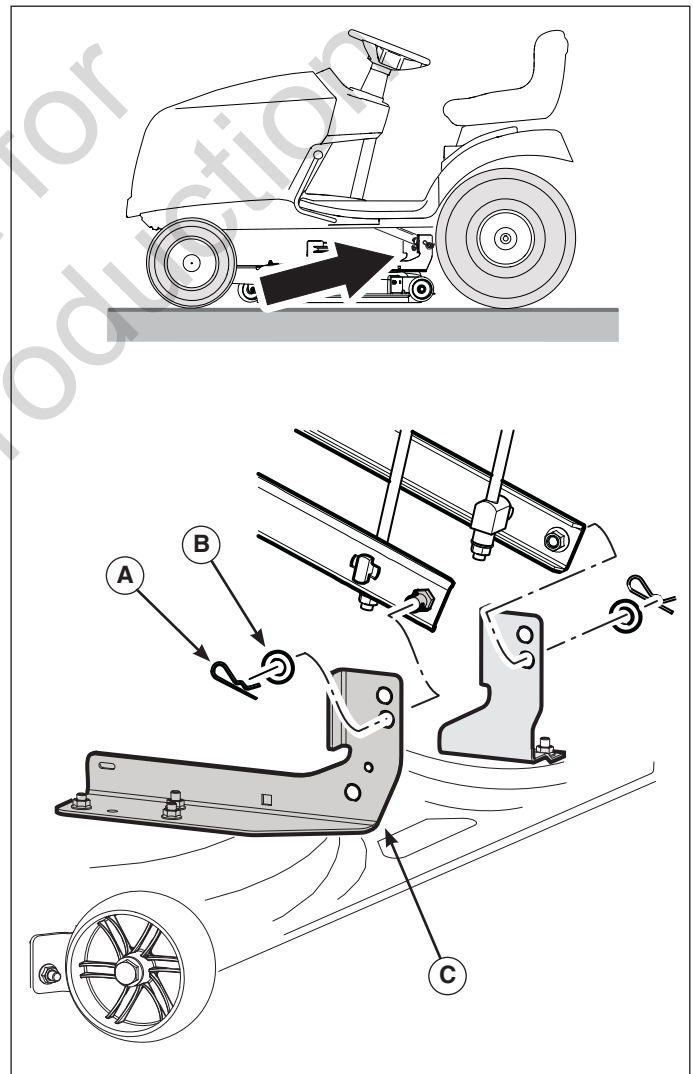

Figura 17
4. Retire los pasadore de horquilla (A, Figura 17) y las arandela (B) que sujetan los soporte del cortacésped (C) al bastidor del tractor. Repita en el otro lado.
4. Instale los pasadores de horquilla (A, Figura 17) y las arandelas (B) que sujetan los soportes del cortacésped (C) al bastidor del tractor. Repita en el otro lado.